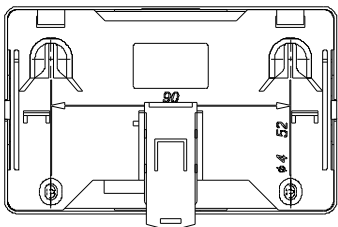

Рисунок 7
- при установке на стену, перегородку и конструкцию (рисунок 7):